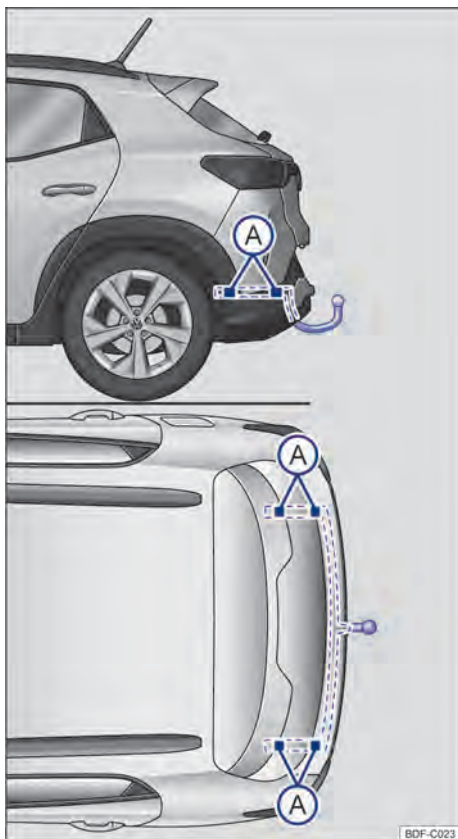

Fig. 123 Pontos de fixação para instalar um dispositivo de reboque posteriormente.
A figura → Fig. 123 ilustra, como exemplo, o ponto de fixação para instalar um dispositivo de reboque do modelo Polo.
A montagem posterior de um dispositivo de reboque deverá ser efetuada de acordo com as instruções do respectivo fabricante do engate, sempre respeitando os pontos de fixação indicados na → Fig. 123 (A).